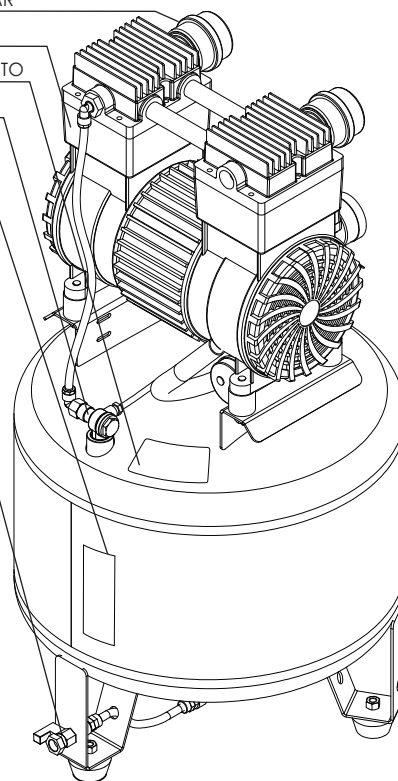

Fig. 2
- 1► A voltagem de funcionamento do Compressor Super Inox 2hp é de 127 ou 220V, como indicado no rótulo de identificação que se encontra na parte posterior superior do reservatório. Consulte “Identificação dos Componentes do Compressor” (Fig. 2, pág. 6).
DIÁRIA	Drenagem da água do reservatório: Deve ser feita de forma completa, até esgotar totalmente o ar e a água acumulada no reservatório. Gire lentamente o registro de drenagem (Fig. 2, pág. 6) no sentido anti-horário (1/4 de volta) até que toda a água acumulada no interior do reservatório seja drenada, feche o registro. Recomendamos o uso de uma mangueira de PU (8 x 5 mm) conectada ao registro de drenagem para direcionar água condensada para o local de descarte adequado.
Limpeza do elemento filtrante (entrada de ar): Abra o compartimento do filtro de entrada de ar (Fig. 2, pág. 6) girando a tampa plástica no sentido anti-horário, remova o elemento filtrante, limpe-o com jato de ar e monte o conjunto novamente.
A CADA 5 ANOS	Observe no selo de conformidade do INMETRO (Fig. 2, pág. 6) a obrigatoriedade de exames e teste hidrostático a partir de 5 anos. Estes procedimentos devem ser realizados por profissional habilitado (engenheiro responsável).